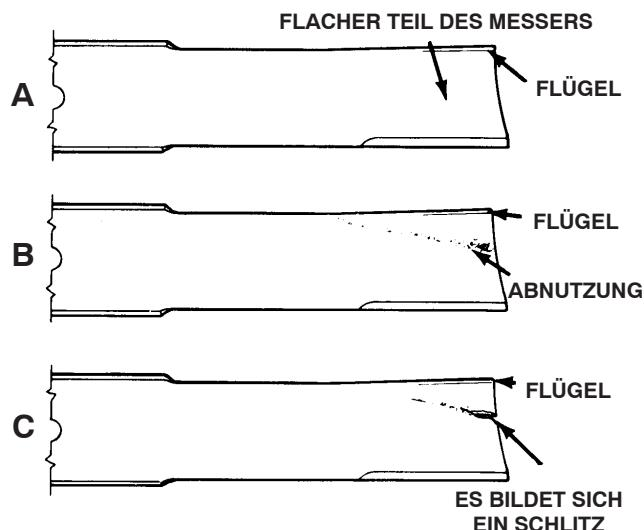

Bild 33
2. Prüfen Sie die Schnittkanten des Messers sorgfältig, insbesondere dort, wo die geraden Flächen die gebogenen berühren (Bild 33-A). Da Sand und anderes reibendes Material das Metall abschleifen kann, das die flachen und die gebogenen Teile verbindet, müssen Sie das Messer vor jedem Einsatz des Rasenmähers prüfen. Tauschen Sie das Messer aus, wenn Sie eine Abnutzung feststellen (Bild 33-B).